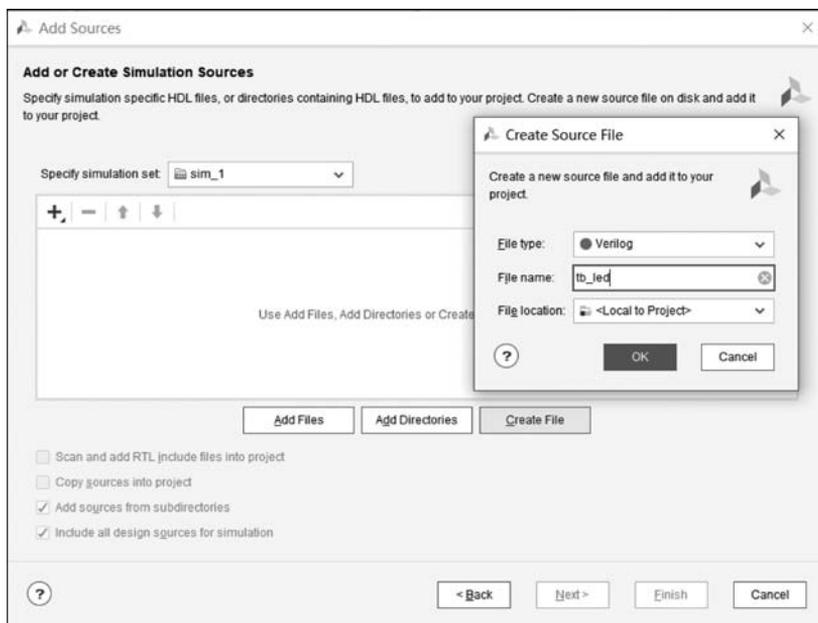

图 3.15 创建仿真激励文件
(2) 在如图 3.15 所示的界面中单击 Create File 按钮,创建一个仿真激励文件,在弹出的 Create Source File 对话框中输入激励文件名称为 tb\_led,文件类型为 Verilog,单击 OK 按钮,确认添加完成后单击 Finish 按钮。